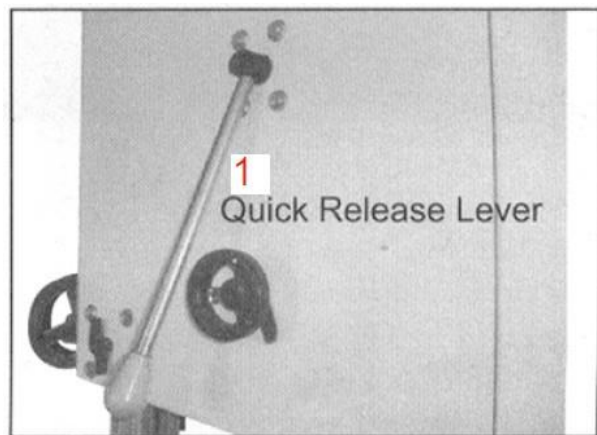

Рис. 14 Рычаг быстрого ослабления натяжения полотна пилы
- с) Снять натяжение полотна поворотом рычага быстрого ослабления натяжения полотна (*Рис. 14*) по часовой стрелке.
- f) Натянуть новое полотно поворотом рычага быстрого ослабления натяжения полотна (**Рис. 14**) против часовой стрелки и проверить траекторию движения полотна. Полотно должно проходить по центру шкива. Подробнее см. п. «Регулировка траектории движения полотна пилы».